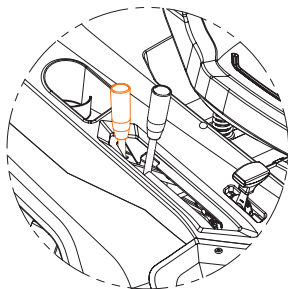

Рис. 19
- Переместите рычаг переключения передач в положение «R» (реверс) (Рис. 19).